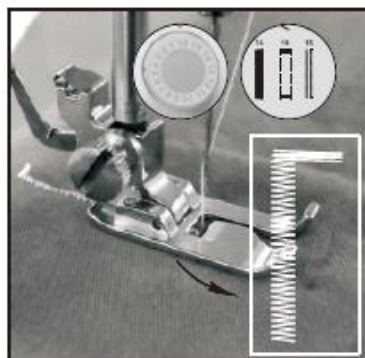

Abb. 16
- 3) Odaberite ubod br. 16, uključite prekidač i šivajte odgovarajuću dužinu rupice na odjeći, a zatim isključite prekidač. Pokušajte šivati ravnom linijom (Abb. 16).